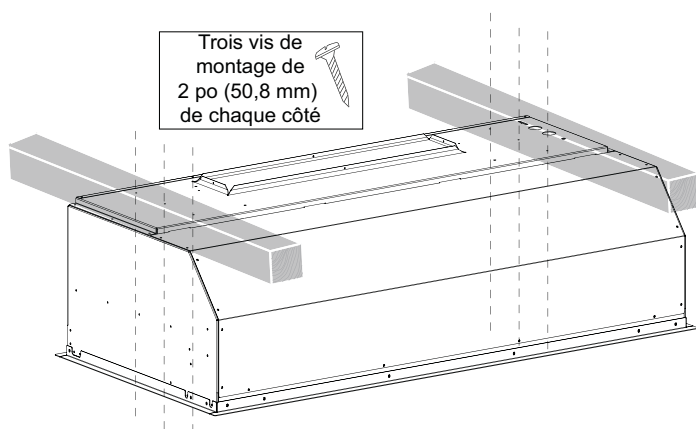

Figure 27 : Vis latérales des modèles VCIN
- c) Fixez les côtés du boîtier à l'aide de six vis de montage 2 po (50,8 mm), comme illustré sur la Figure 27.